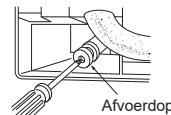

Fig. 3
- Breng de afvoerdop aan op de plaats achterop de binnenunit waar de afvoerslang bevestigd was. (Fig. 3)